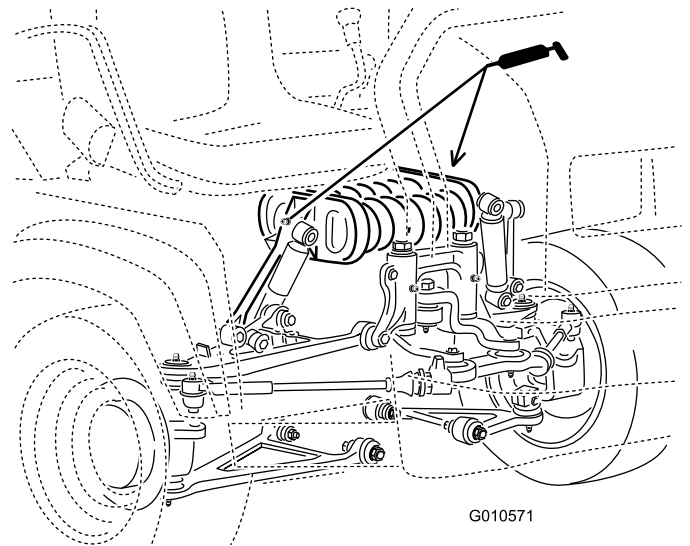

Figura 37
- **Braccio di spinta (2)**; fate riferimento alla Figura 37